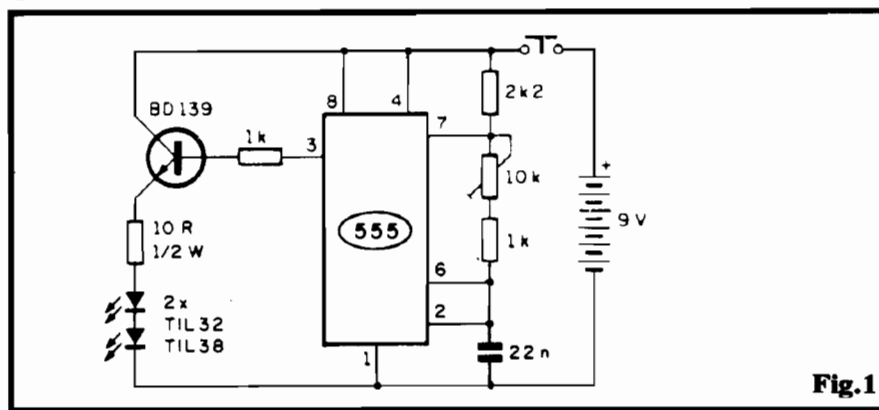

Fig. 1
O projeto da LUZ DE FREIO SUPER-MÁQUINA, anteriormente, não tinha sido mostrado em APE devido à sua comercialização inicial ter sido feita apenas na forma "montado" (não era fornecida em KIT...). Desse modo, seu "amigo" (mui...) lhe enganou: não montou KIT nenhum...! Comprou sua LUFSSMA prontinha, montadinha, e apenas fez a instalação no veículo (diz pra ele que "o nariz cresce..."). Quanto à sua idéia de aumentar a quantidade de lâmpadas controladas pelo circuito original, nada contra...! Já que Você é (diz isso claramente na sua carta...) do tipo que "prefere fazer tudo, inteirinho, pelas próprias mãos...", basta "casar" a modificação proposta na fig. B com os dados do esquema original (fig. 1 - pág. 20 - APE 45). Com isso, terá o controle de 9 lâmpadas (o número 10 não daria um bom efeito sequencial convergente, já que ficaria um lapso no centro do string...). Certamente que Você deverá redesenhar boa parte do lay out original do Impresso, mas isso não será um animal heptacéfalo (bicho de sete cabeças...). Já que as lâmpadas ficarão (respondendo ao segundo item da sua consulta, elas
"Seja bem-vindo à turma João Carlos... Antes tarde do que nunca... Aqui em APE não tem esse negócio de "prazo" para se fazer as consultas (a única coisa é a inevitável paciência para aguardar a resposta, já que o espaço no CORREIO TÉCNICO é pequeno para a quantidade de cartas que chega todo mês...). Não importa se "pintar" uma dúvida, consulta ou pedido de adaptação sobre um circuito originalmente publicado em APE nº 1 (4 anos atrás...)! Na medida das possibilidades será também respondida, até com mais entusiasmo, já que comprova o fato do Leitor consultar e colecionar APE desde suas "origens"... Quanto ao seu probleminha, João Carlos, a figura D traz uma solução simples e funcional, com pequenas alterações propostas sobre o esquema original (fig. 1 - pág. 8 - APE 28). Basicamente o único trim-pot de 220K deve ser substituído por 4 outros (cada um no mesmo valor de 220K), podendo ser momentaneamente escolhido qual deles será incorporado ao circuito,
- FIG. 1 - DIAGRAMA DO CIRCUITO - TRANSMISSOR